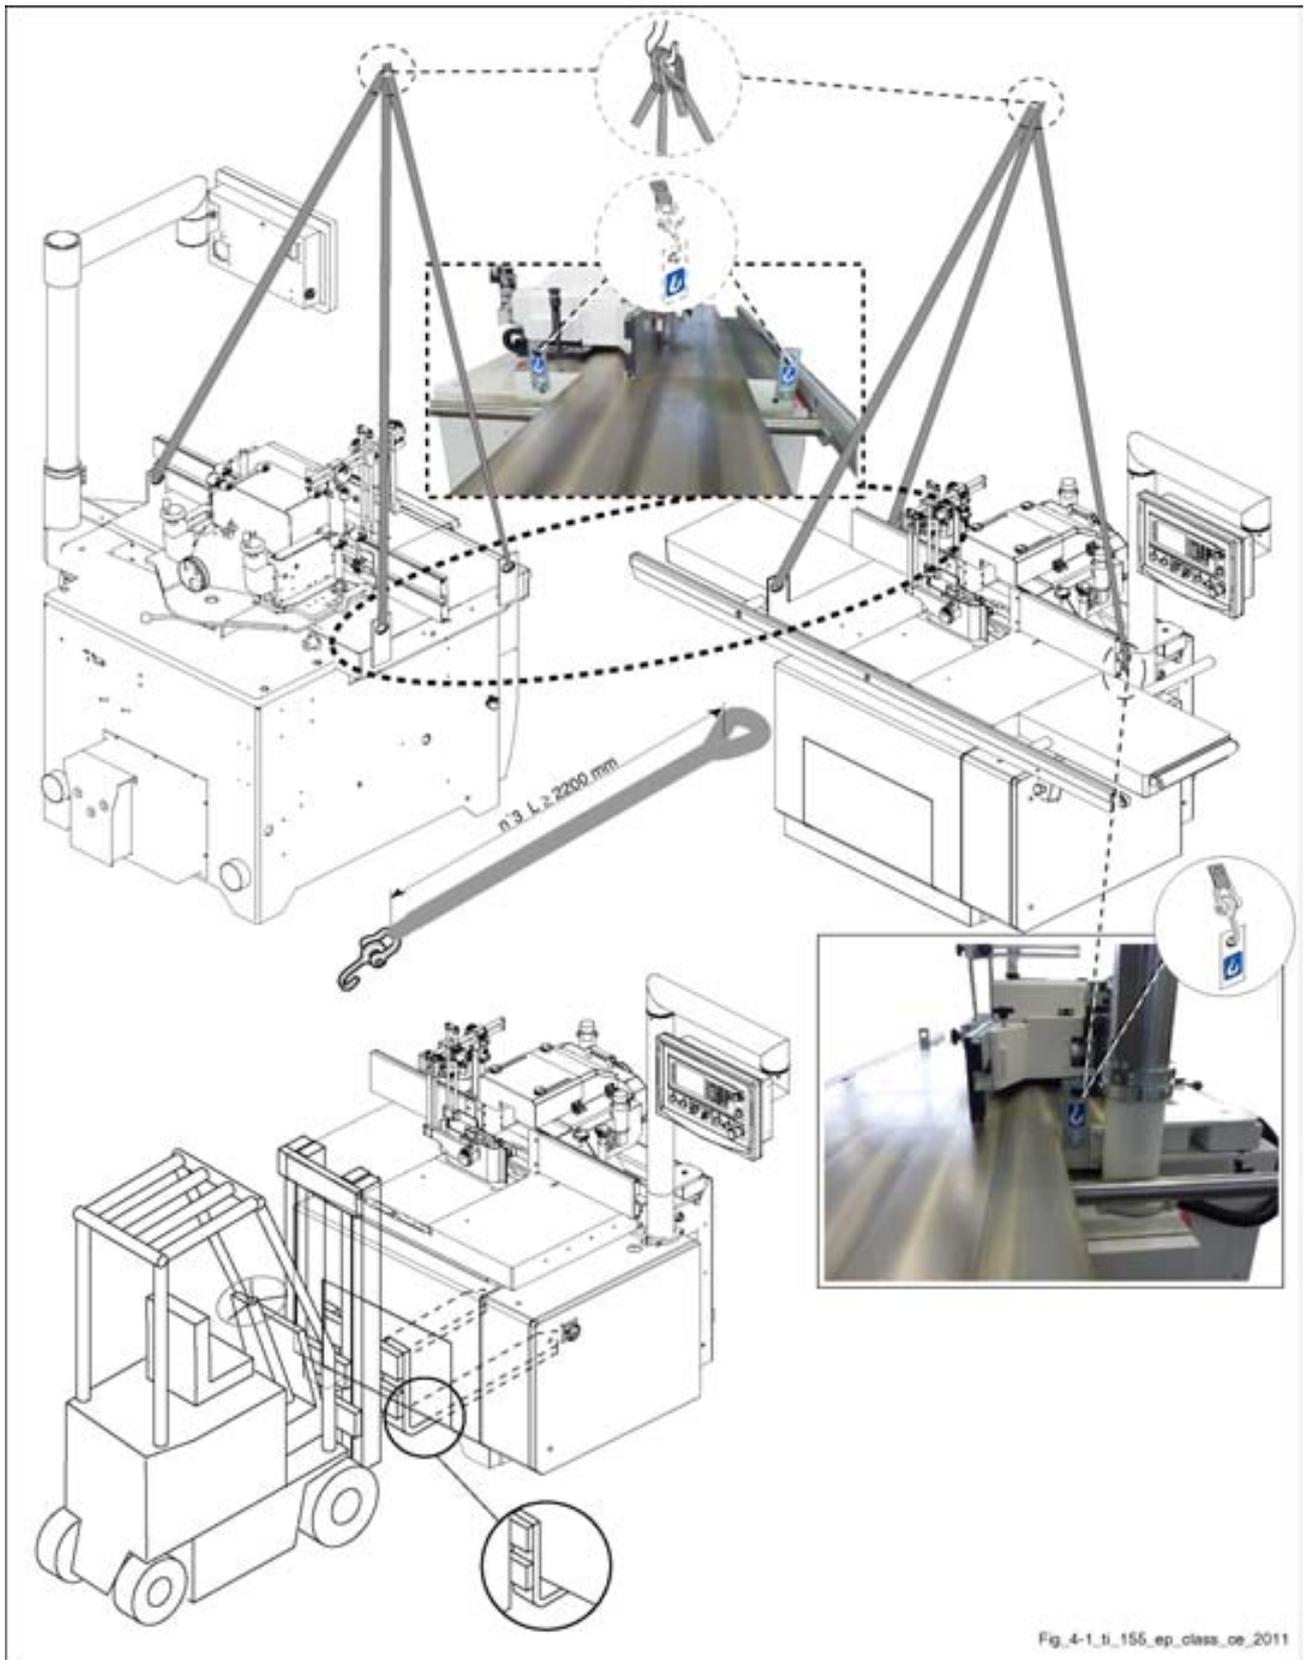

Fig. 4.1
- *la machine doit être déchargée avec une grue ou autre engin de soulèvement en accrochant les sangles comme sur la figure 4.1.*
En alternative aux indications mentionnées ci-dessus, la machine (lorsqu'elle est équipée de socles ou pallet) peut être soulevée avec un chariot élévateur en introduisant les fourches sous le bâti comme sur la figure 4.1, en adoptant toutes les précautions nécessaires afin d'exclure toute possibilité de renversement de la machine.